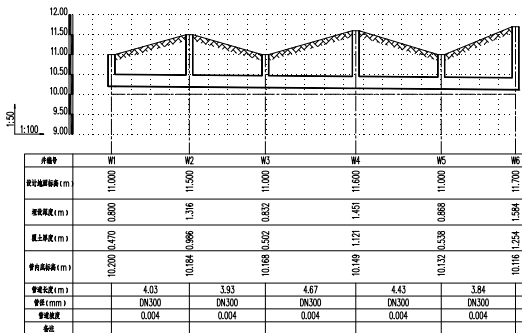

图 7-59 纵断标高
调用纵断标高命令, 可以编辑纵断面图各井的井面标高和跌水井的井底标高。如图 7-59 所示为纵断标高命令的操作结果。纵断标高命令的执行方式有:
下面以如图 7-59 所示的纵断标高结果为例，介绍调用纵断标高命令的方法。
④ 单击“确定”按钮，关闭对话框即可完成纵断面标高的修改，结果如图 7-59 所示。